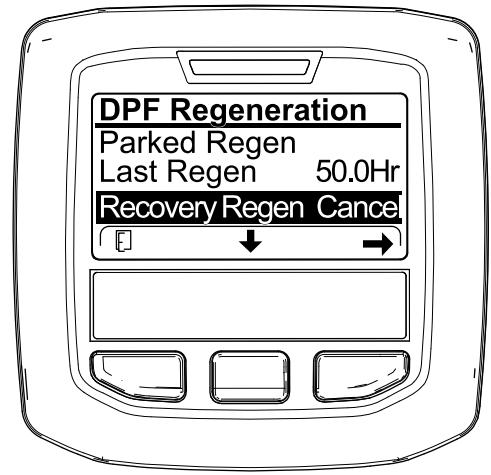
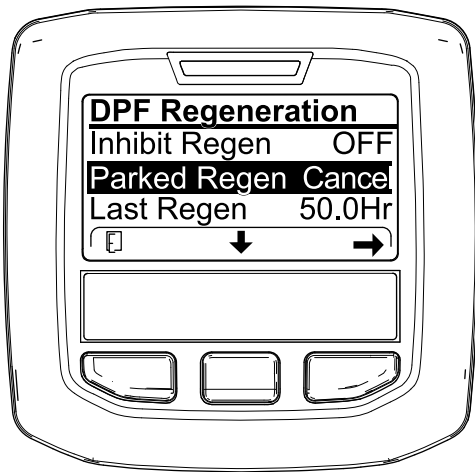

图 71
图 70
1. 访问 DPF Regeneration DPF 再生菜单 图 70。
2. 按中间按钮可向下滚动至 PARKED REGEN CANCEL 驻车再生取消 图 70 或 RECOVERY REGEN CANCEL 恢复再生取消选项 图 71。
3. 按右侧按钮选择 Regen Cancel 再生取消条目 图 70 或 图 71。